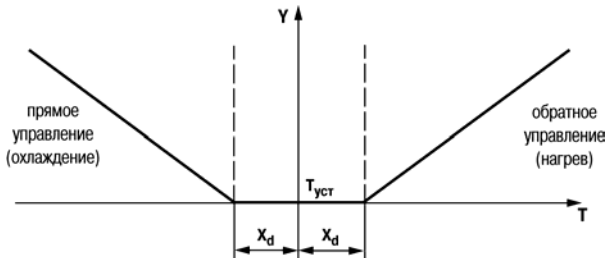

Рисунок 3.8
Для исключения излишних срабатываний регулятора при небольшом значении рассогласования E_i для вычисления значений Y_i по формуле (1) используется уточненное значение E_i , вычисленное в соответствии с условиями (где X_d – зона нечувствительности, см. рисунок 3.8):